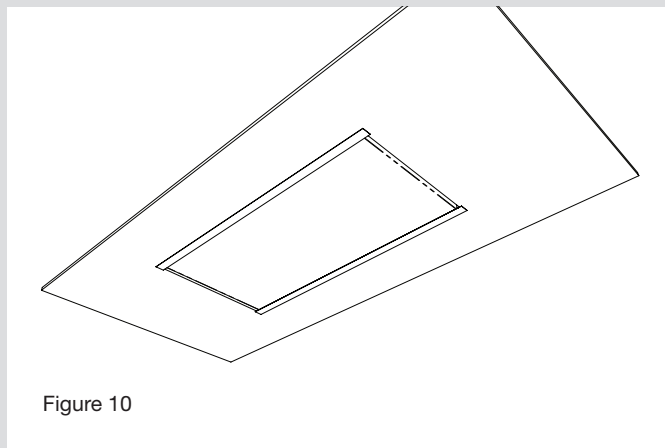

Figure 10
8. Déposer la tuile sur les deux longerons déjà installés. (Fig.10)